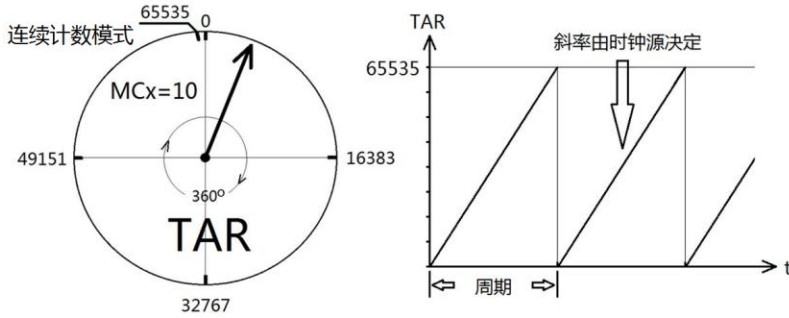

图 6.2 主定时器的连续计数模式
- 1) 如图 6.2 左侧所示，主定时器犹如 1 个表盘，TAR 寄存器最大值 65535，计满则清零，指针沿表盘 360° 工作。
- 2) 如图 6.2 右侧所示，时钟的周期仅由时钟源的频率决定，频率越高则越快计数至 65535，TA 周期越短。